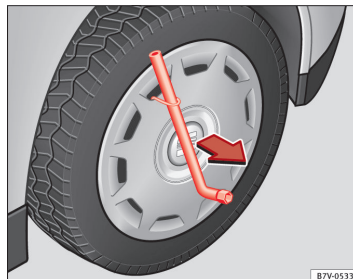

Fig. 181 Sådan tages hjulkapslerne af.
- Skub hjulnøglen gennem afmonteringsbøjlen ⇒ Fig. 181, og træk hjulkapslen af i pilens retning.